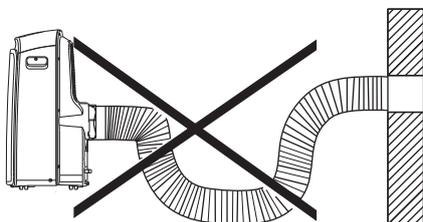

Abb. 19
**WICHTIG: ÜBERDEHNEN SIE DEN SCHLAUCH NICHT (Abb.19).**